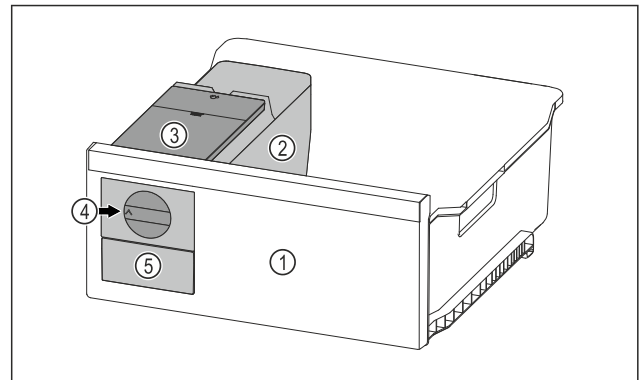

Fig. 66 Immagine a titolo di esempio
- ▶ Ruotare la manopola Fig. 66 (4) verso destra finché non si arresta.
- ▷ I cubetti di ghiaccio cadono dalla ciotola dei cubetti di ghiaccio nel cassetto dei cubetti di ghiaccio Fig. 66 (5). Se non tutti i cubetti di ghiaccio fuoriescono dalla ciotola dei cubetti di ghiaccio: